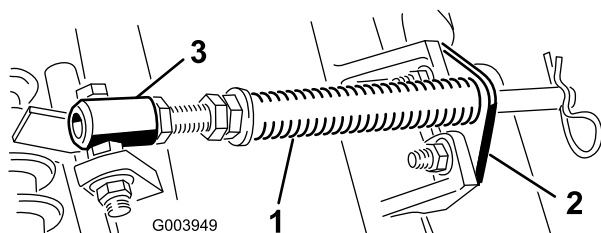

Figure 10
- A. Retirez les 2 boulons de carrosserie et les écrous qui fixent le support de tige aux pattes de l'unité de coupe (Figure 10).
- B. Retirez l'écrou à embase qui fixe le boulon du tube de ressort à la patte du bâti porteur (Figure 10). Déposez l'ensemble.